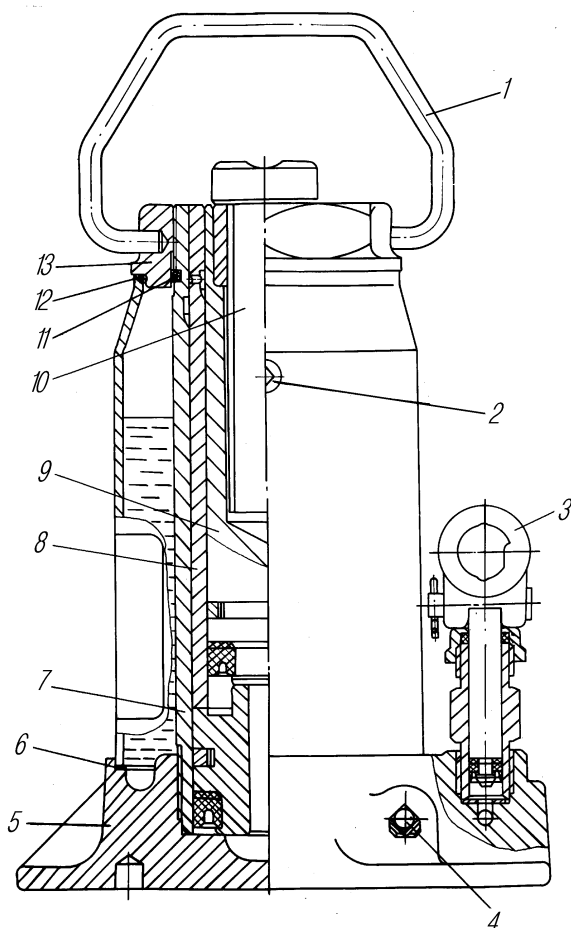

Рис. 75. Домкрат:
- установить домкрат в нужное положение, вывернуть винт 10 (рис. 75) на требуемую величину, при слабом грунте для увеличения площади опоры предварительно положить под основание домкрата прочную доску или другой плоский предмет;